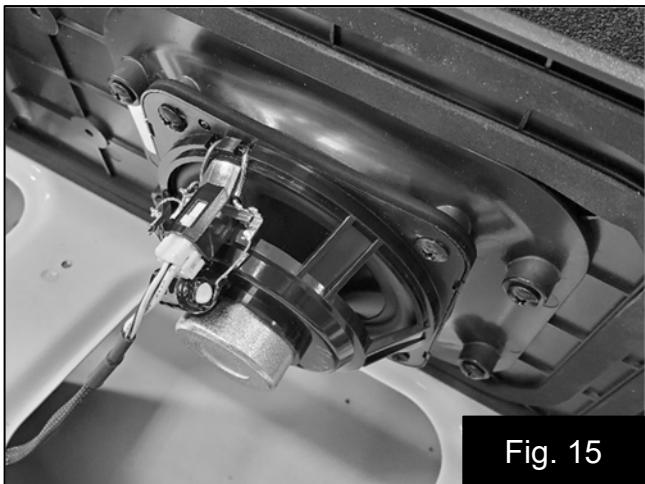

Fig. 15
26. Connectez les fils des haut-parleurs aux haut-parleurs. Fig. 15